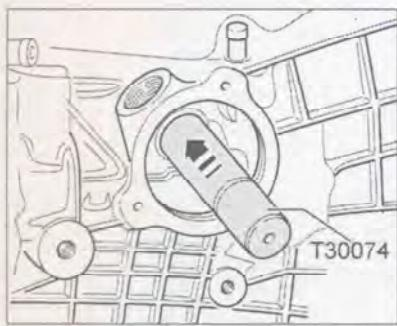

Рис. 7.249. Установка подшипника вала переключения передач.
3. Запрессуйте подшипник вала переключения передач с помощью специального инструмента (рис. 7.249). При установке сторона с надписью должна быть направлена в сторону приспособления.